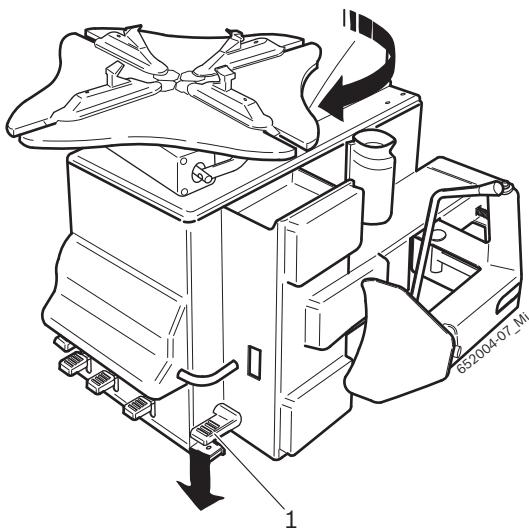

Fig. 2: Kontrola kierunku obrotu.
-  Aby TCE 4335 działało poprawnie, jest niezwykle ważne, aby, kiedy się przyciska na pedał wskazany na rys. 2 (1), kierunek obrotu kołnierza do zaciśnięcia był zgodny z kierunkiem ruchu wskazówek zegara.